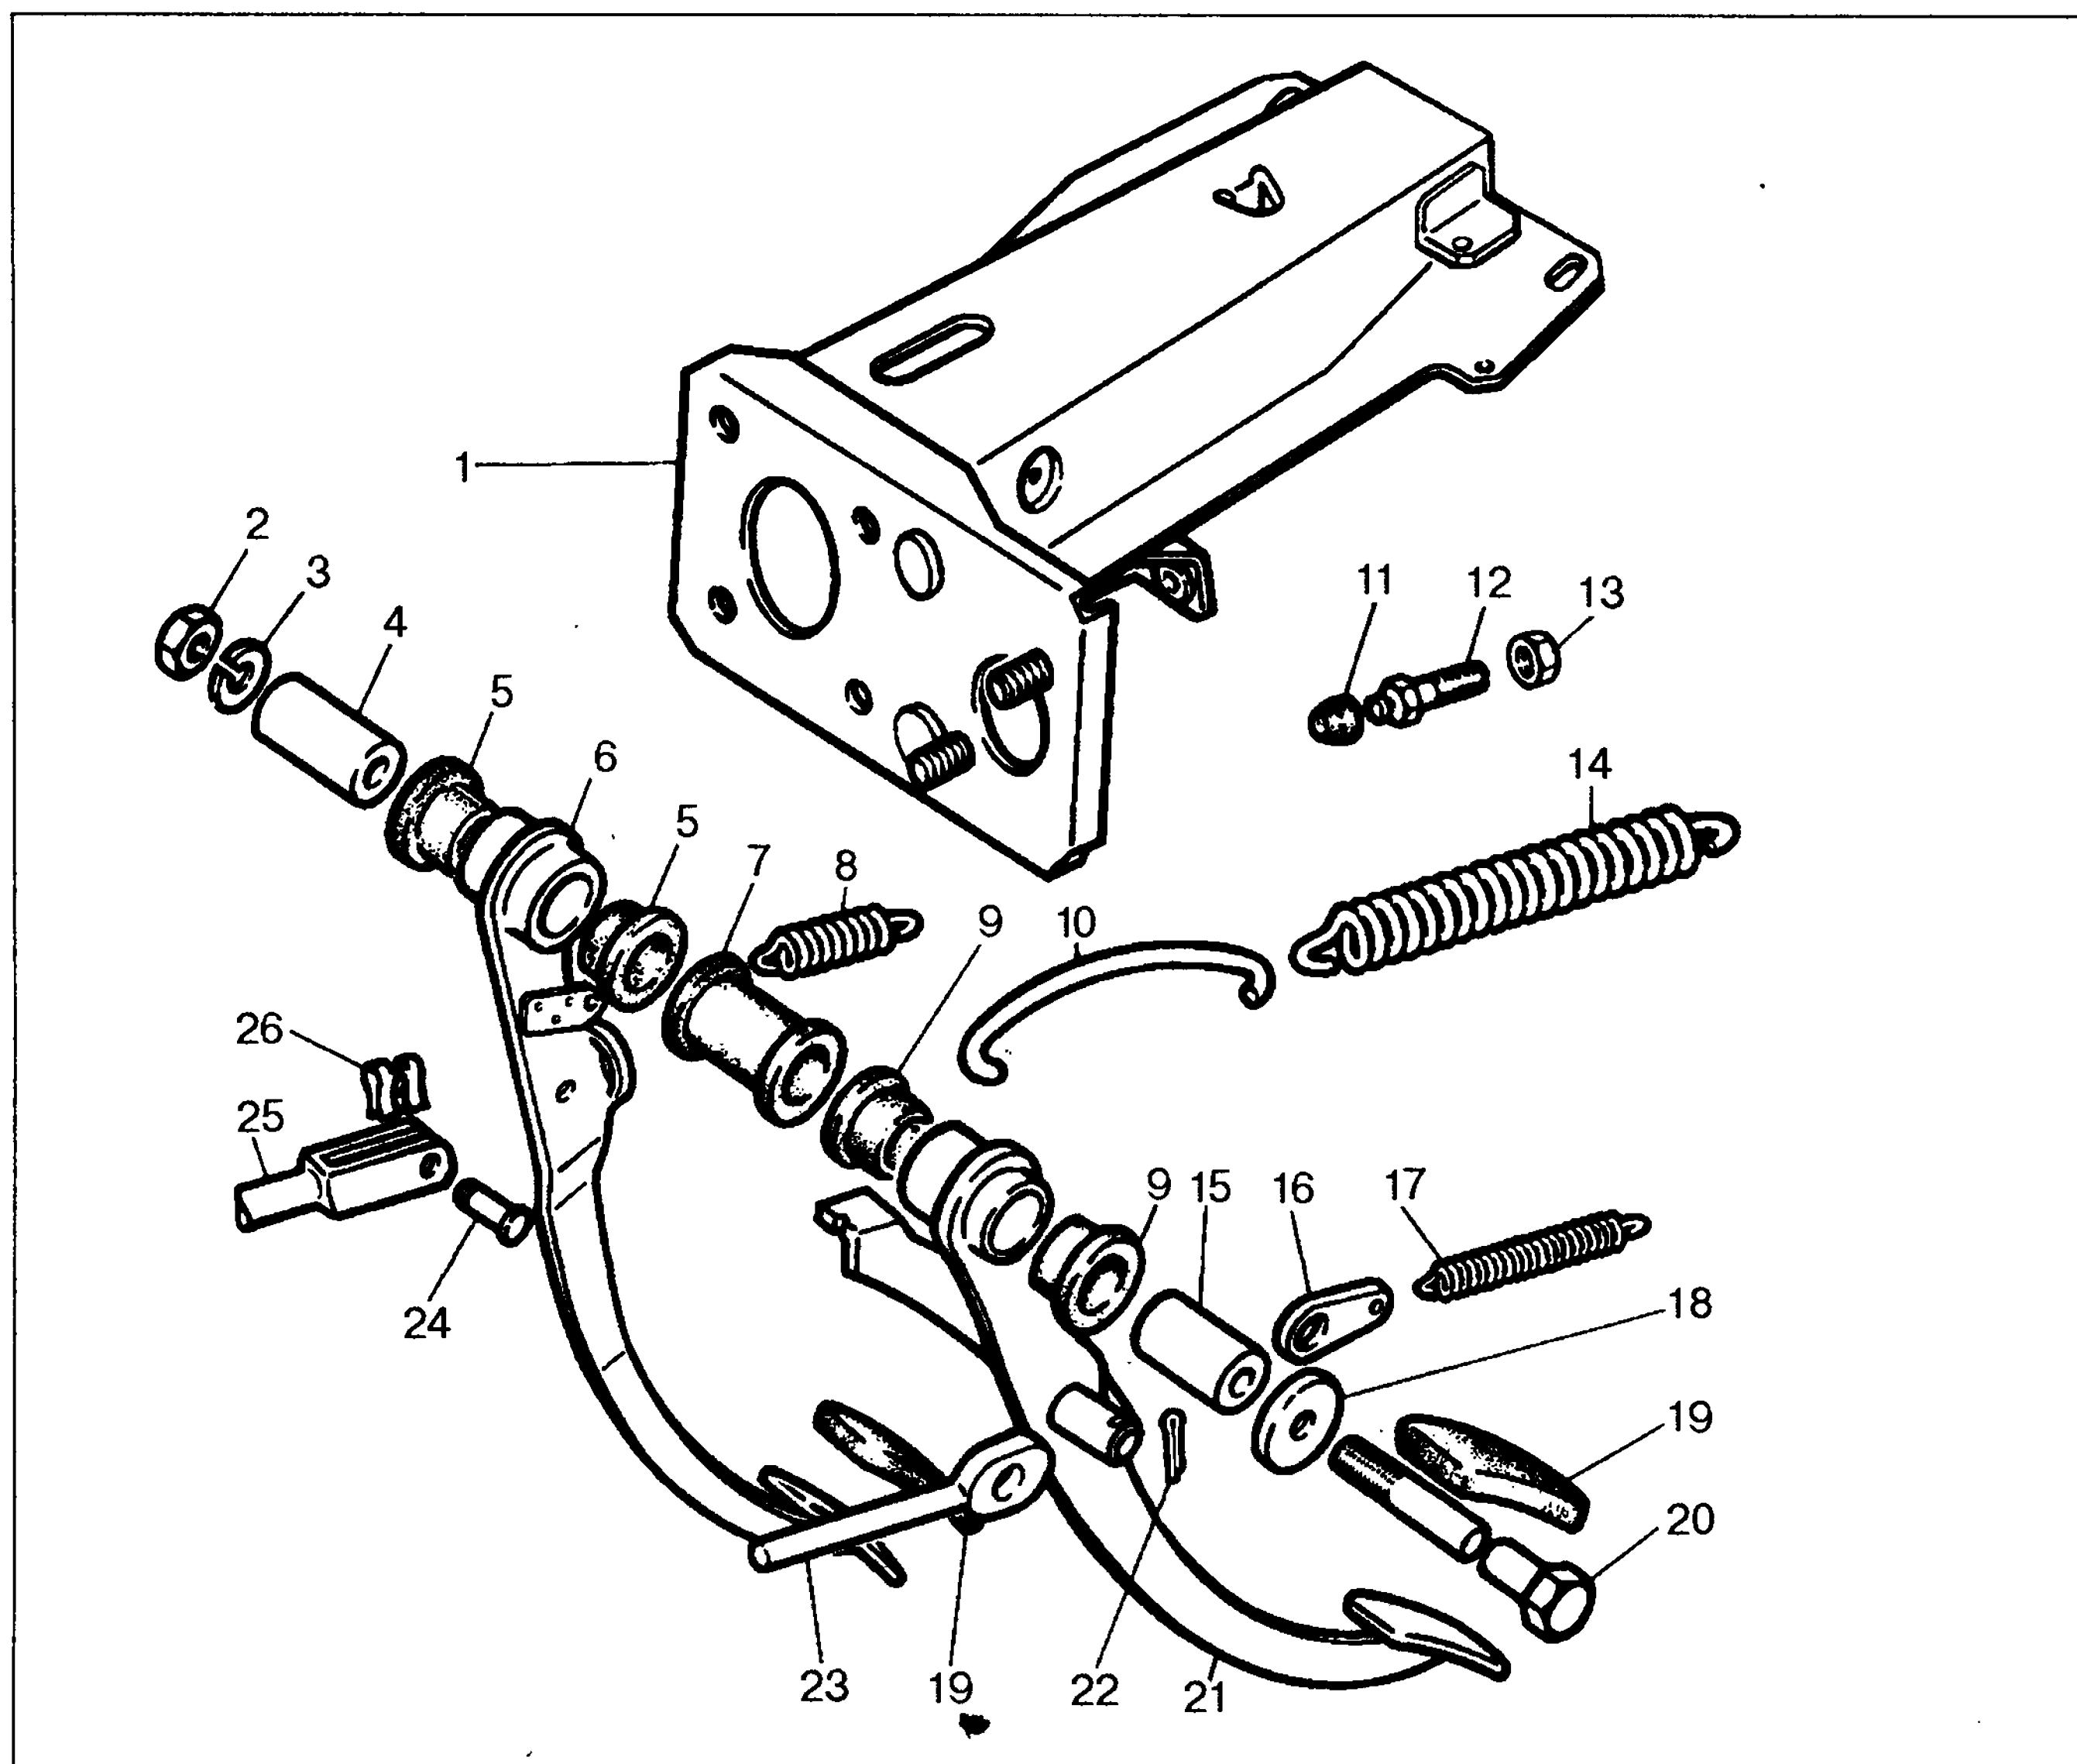

Рис. 6-7. Детали кронштейна педалей сцепления и тормоза:
Педали тормоза 6 (рис. 6-7) и сцепления 21 подвешены на кронштейне 1 при помощи оси, выполненной в виде болта 20. Ось закреплена в отверстиях щек кронштейна. На оси между щеками кронштейна и дистанционной втулкой 7 зажаты внутренние втулки 4 и 15 педалей сцепления и тормоза. На этих втулках шарнирно установлены педали, в ступицах которых запрессованы наружные втулки 5 и 9. К обеим педалям шарнирно крепятся толкатели 23 и 25, воздействующие на поршни гидроцилиндра привода сцепления и вакуумного усилителя. Обратный ход педали сцепления ограничивается буфером 11, установленным на головке винта 12. К пластине кронштейна 1 крепятся вакуумный усилитель тормозов и главный цилиндр привода выключения сцепления.
отсоедините толкатель вакуумного усилителя от педали тормоза, удалив стопорную скобу 26 (рис. 6-7) и вынув палец 24;
**Примечание.** С 1996 года на автомобилях вместо оттяжной пружины 8 (см. рис. 6-7) педали тормоза устанавливается пружина одинаковая и взаимозаменяемая с оттяжной пружиной 17 педали сцепления, параметры проверки упругости пружины 8 такие же, как и для оттяжной пружины педали сцепления.